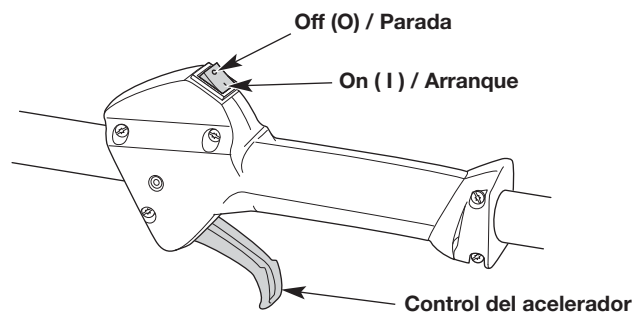
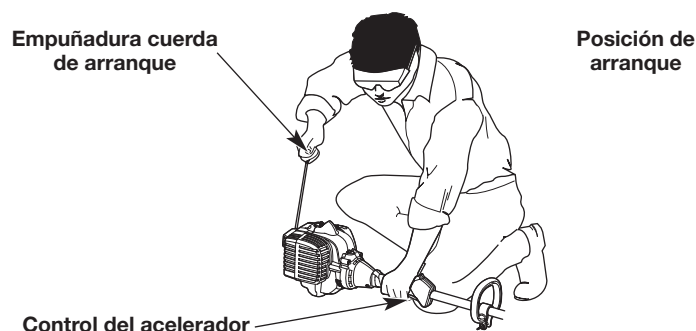

Fig. 8
Fig. 10
ADVERTENCIA: Se debe evitar arrancar accidentalmente la unidad. A fin de evitar que se produzcan lesiones graves, el operador y la unidad deben estar en una posición estable cuando se jala la cuerda de arranque (Fig. 10).
NOTA: No es necesario encender la unidad. El interruptor de encendido/apagado está en la posición ON (1) (encendido) en todo momento (Fig. 8).
5. Agacharse en la posición de arranque (Fig. 10).
6. Apriete el control del acelerador (Fig. 8) y tire de la cuerda de arranque con un movimiento controlado y firme **5 veces** (Fig. 10).
2. Oprima y mantenga apretado el interruptor de encendido/apagado en la posición OFF (O) (apagado) hasta que el motor se pare por completo (Fig. 8).
NOTA: No es necesario encender la unidad. El interruptor de encendido/apagado está en la posición ON (I) (encendido) en todo momento (Fig. 8).
7. Apriete y mantenga oprimido el control del acelerador (Fig. 8). Ponga en marcha el accesorio de arranque eléctrico durante 2 segundos.